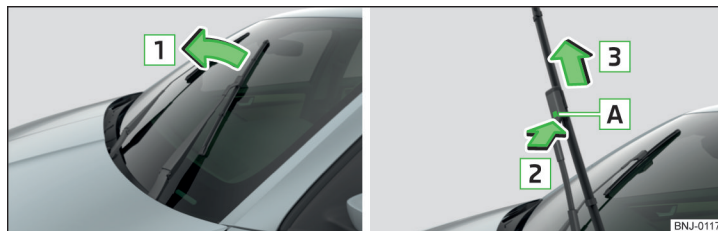

Fig. 198 Cambiar la escobilla limpiacristales del parabrisas
- Levantar la varilla del limpiaparabrisas del cristal en el sentido de la flecha **1** » fig. 198.